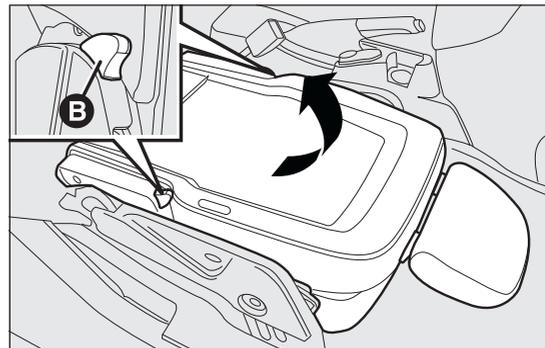

fig. 20
- agire sulle leve B fig. 20 e sollevare ulteriormente il sedile verso l'alto.